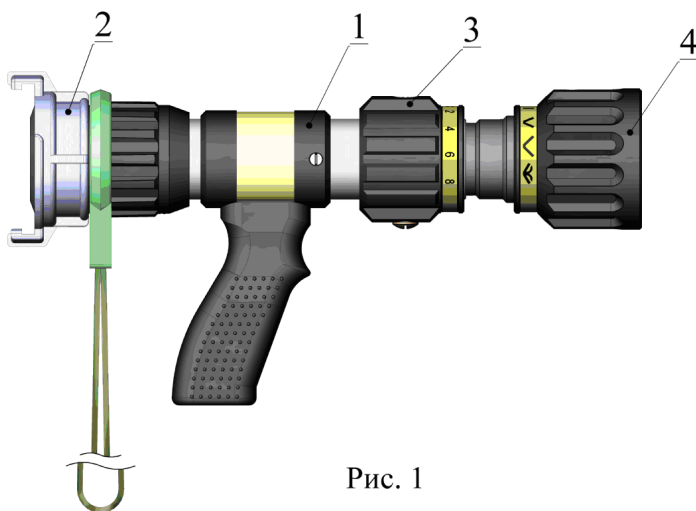

Рис. 1
Внешний вид ствола приведен на рис. 1. Ствол состоит из корпуса (1) с присоединительной головкой ГМ-50 (2), **вареньера** перекрывного устройства и управления расходом (3), **головки** изменения геометрии струи (4). Ствол выполнен из нержавеющей стали и термостойких высокопрочных пластмасс.